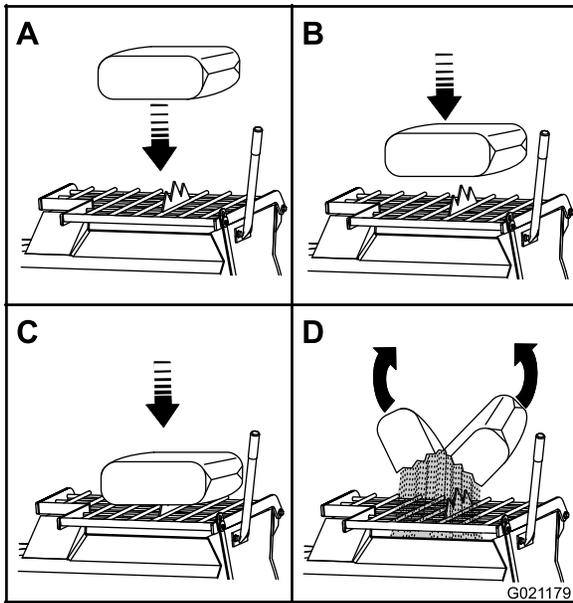

Figure 27
**Remarque:** Vous pouvez ouvrir les sacs de ciment, plâtre et liant en les plaçant sur la lame coupe-sac (Figure 27).